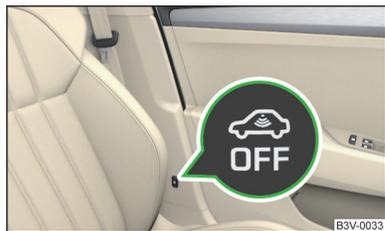

Fig. 43
- Appuyer sur la touche de symbole  sur le montant B côté conducteur » fig. 43.